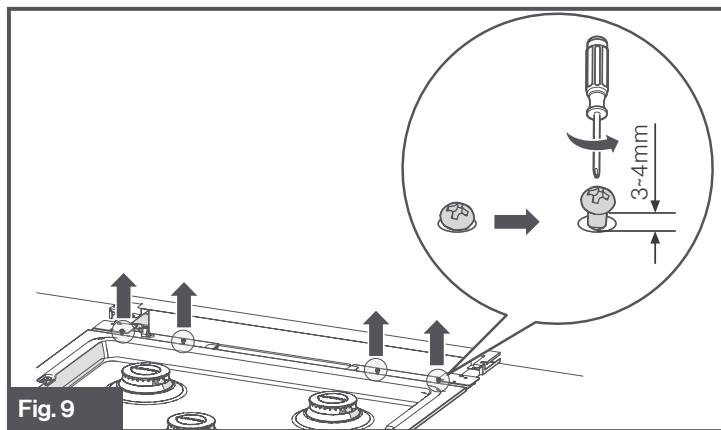

Fig. 9
- Afloje los 4 tornillos de la parte trasera de la placa de cocción y deje un espacio de 3 a 4 mm. (Fig. 9)